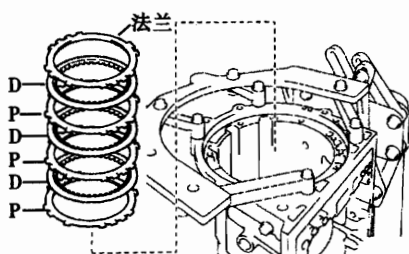

图 12-1-38
(44) 拆下 1 号制动盘。如图 12-1-38 所示, 从壳体上拆下法兰、3 个片和 3 个盘。